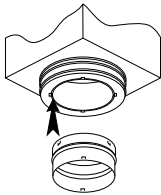

Figure 3
• **Adaptateur à fixation à ressort (Figure 3)**